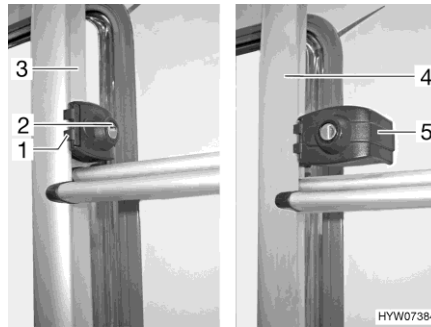

Fig. 4 Verrouillage (échelle arrière)
- Insérer la clé dans le barillet (Fig. 4,2) du verrouillage de l'échelle arrière (Fig. 4,1) et tourner d'un quart de tour, jusqu'à ce que la clé soit en position verticale.
- Maintenir la partie repliable de l'échelle arrière (Fig. 4,4) et faire pivoter le circlip (Fig. 4,5).
- Insérer la clé dans le barillet (Fig. 4,2) du verrouillage de l'échelle arrière (Fig. 4,1).
- Faire pivoter le circlip (Fig. 4,5) vers l'intérieur selon l'essieu du montant de la partie fixe de l'échelle arrière (Fig. 4,3).